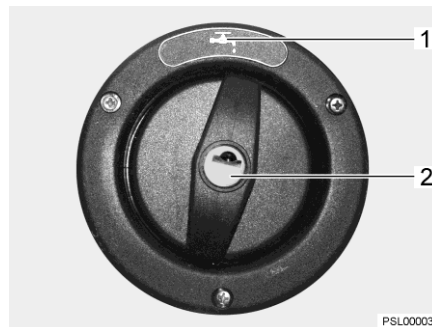

Fig. 85 Tapa de cierre para el tubo de llenado de agua potable
- ▷ El tubo de llenado de agua potable está identificado con el símbolo "☉" (Fig. 85,1).
- ▷ La apertura y el cierre de la tapa de cierre (Fig. 85,2) se describe en el apartado 11.2.